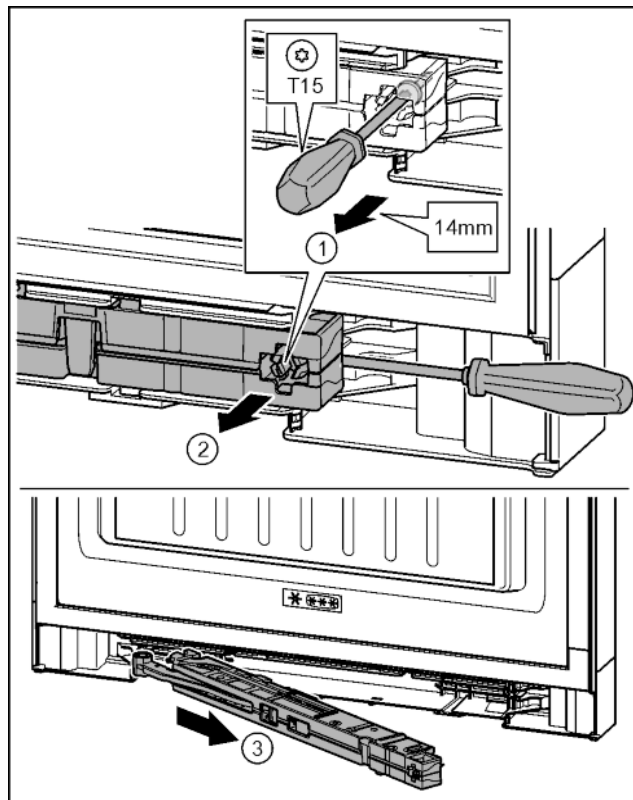

Fig. 19
- Šroub na jednotce tlumiče zavírání povolte šroubovákem T15 o cca 14 mm. Fig. 19 (1)
- Šroubovákem na straně madla zajed'te za jednotku tlumiče zavírání. Otočte jednotku dopředu. Fig. 19 (2)
- Vytáhněte jednotku. Fig. 19 (3)